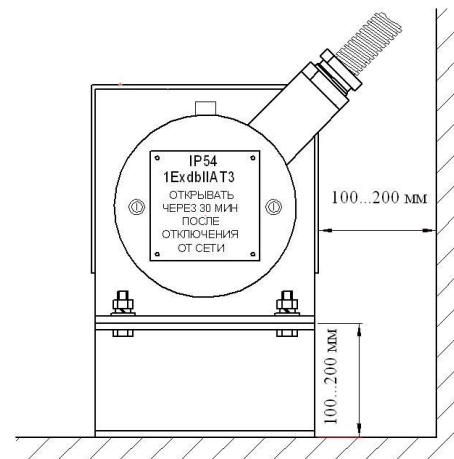

Рисунок 4 - Пример установки обогревателя на месте эксплуатации
6.1.4 Устанавливать обогреватель необходимо на расстоянии 100 - 200 мм от стен и пола. Крепить обогреватель при помощи четырех болтов М8. Пример установки приведен на рис. 4.